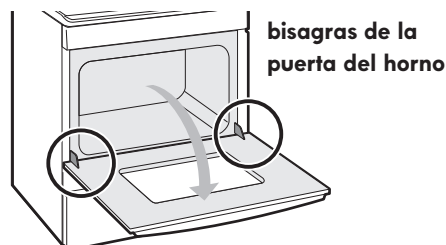

Figura 8: Ubicación de las bisagras de la puerta
1. Abra completamente la puerta del horno, dejándola horizontal con el piso (consulte la Figura 8).
3. Abra completamente la puerta del horno y déjela horizontal en relación con el piso (consulte la Figura 8).